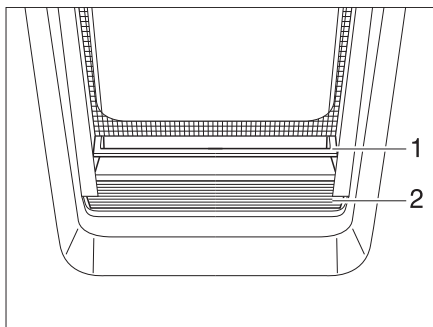

Fig. 50 Dispositif occultant plissé
- Saisir le dispositif occultant plissé (Fig. 50,2) par le centre de la barre (Fig. 50,1), le tirer du bas vers le haut et le relâcher à la hauteur voulue. Le dispositif occultant plissé reste alors à cette hauteur.